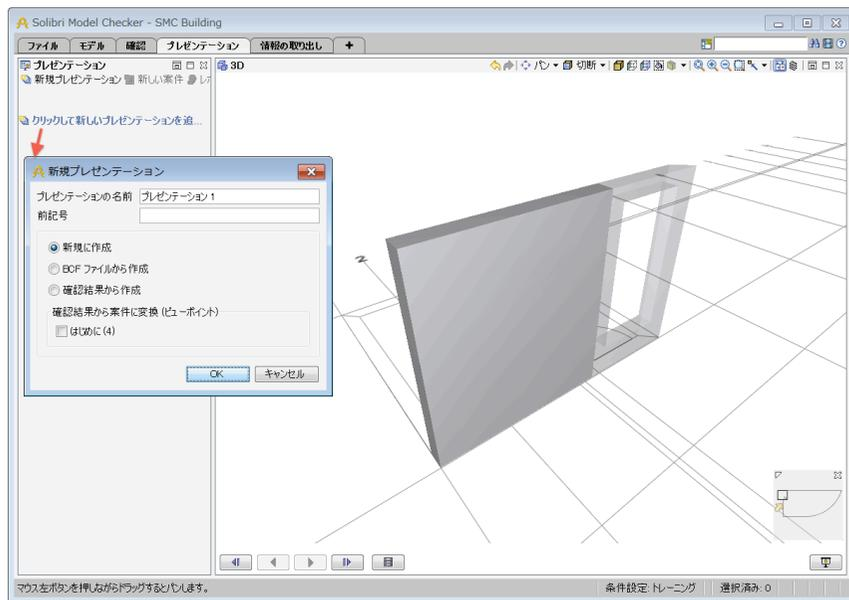

図57 結果をプレゼンテーションへ変換
- 1) 左のメニューから「クリックして新しいプレゼンテーションを追加する」をクリックします。(図57を参照)